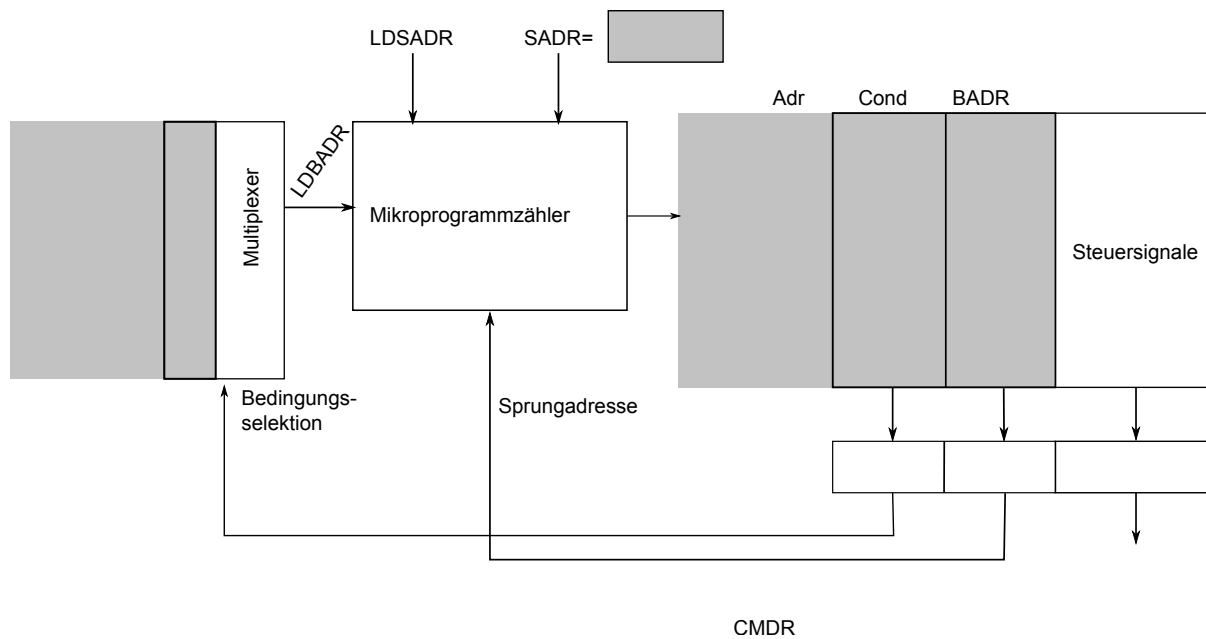

Abbildung 16: Mikroprogrammsteuerung zu Aufgabenteil (d)
- (d) Ergänzen Sie entsprechend des in Aufgabenteil (c) erzeugten Automaten die in Abbildung 16 dargestellte Mikroprogrammsteuerung. Eintragungen müssen nur in den grau hinterlegten Flächen vorgenommen werden.